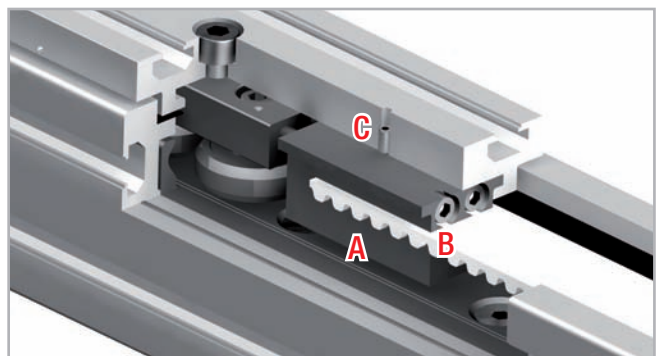

Abb. 59
1. Lösen Sie die Sicherungsschrauben C (oben auf der Läuferplatte) von der Riemenspannvorrichtung A (s. Abb. 59).